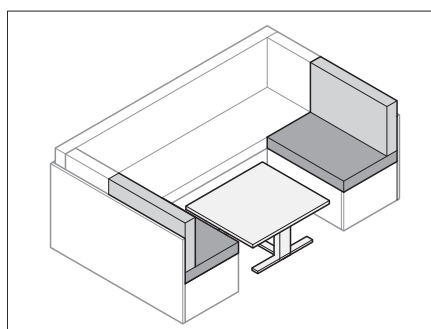

Fig. 68 Transformar la mesa
- Transformar la mesa (Fig. 68) en base de cama (véase apartado 7.7).